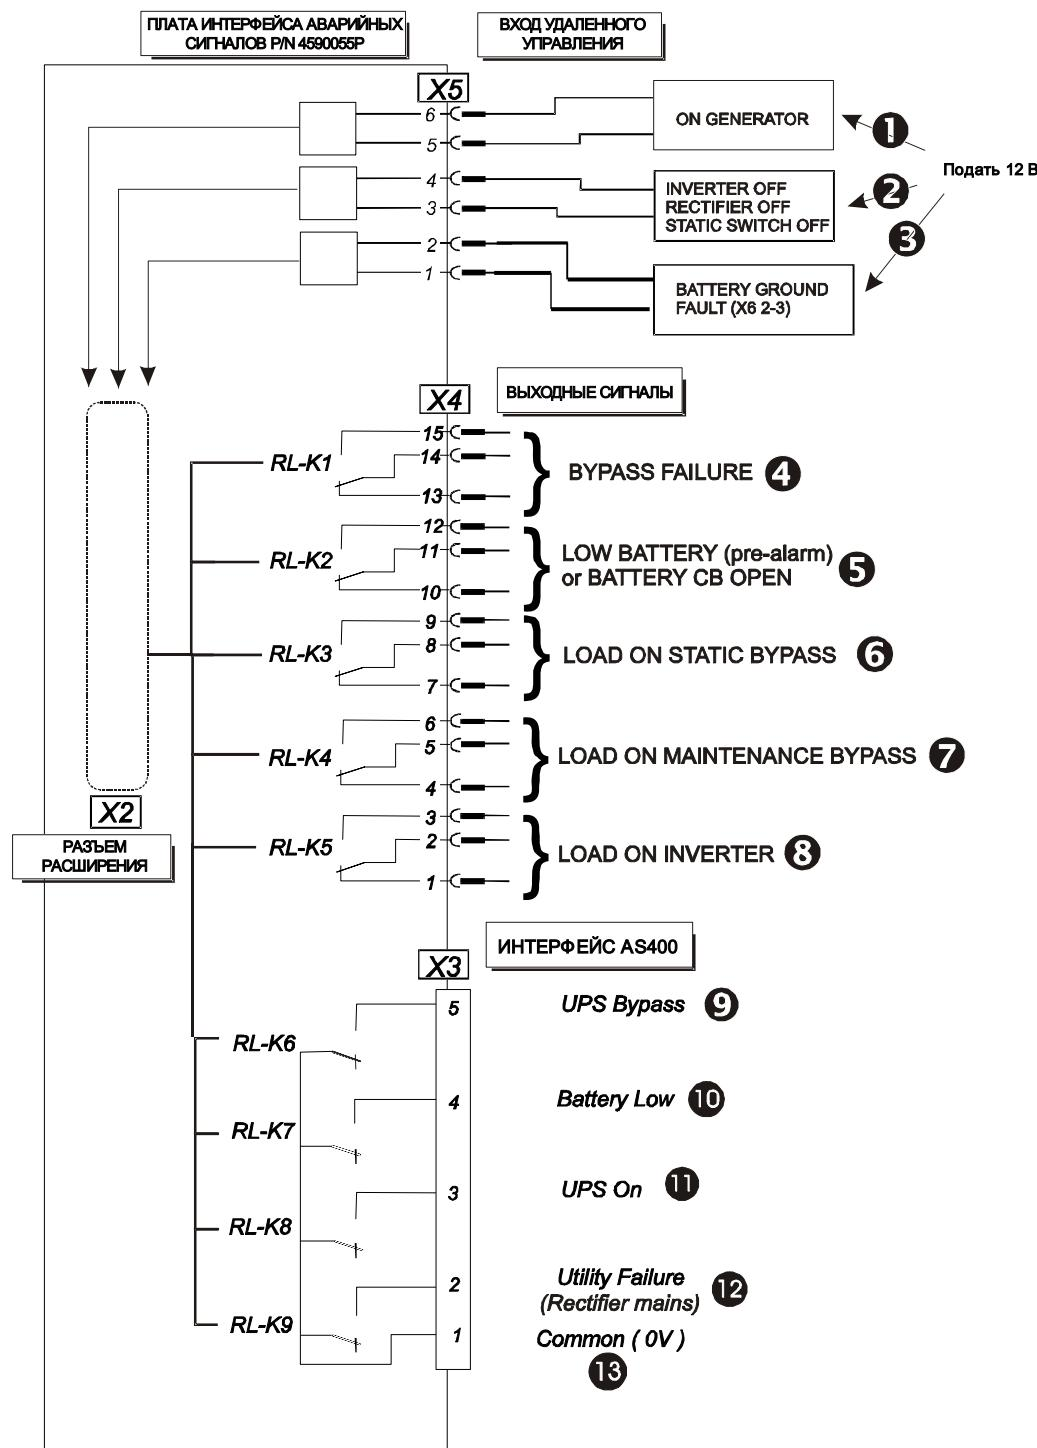

Рисунок 12.2 – Плата интерфейса аварийных сигналов AS400 (P/N 4590055P)
- 1) Удаленное управление осуществляется путем подачи сигналов управления (12 В пост. или перемен. тока) к клеммному разъему X5, как показано на Рис. 12-2.